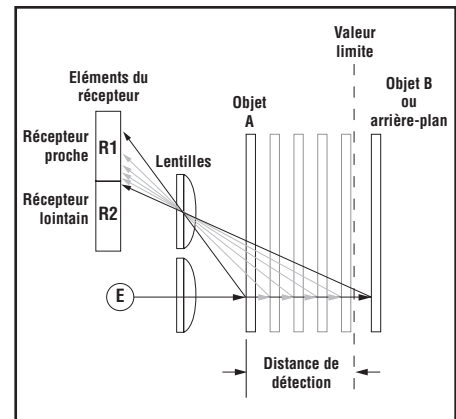

Figure 2. Concept de détection avec suppression de l'arrière-plan réglable
Lorsqu'il fonctionne, le Q60LAF compare les réflexions du faisceau lumineux (E) provenant d'un objet sur les deux récepteurs R1 et R2 positionnés différemment (voir Figure 2). Si le signal lumineux du récepteur proche (R1) est plus puissant que le signal lumineux du récepteur lointain (R2) (voir objet A, plus proche que la valeur limite), le détecteur détecte l'objet. Si le signal lumineux du récepteur lointain (R2) est plus puissant que le signal lumineux du récepteur proche (R1) (voir objet B, au-delà de la valeur limite), le détecteur ignore l'objet.